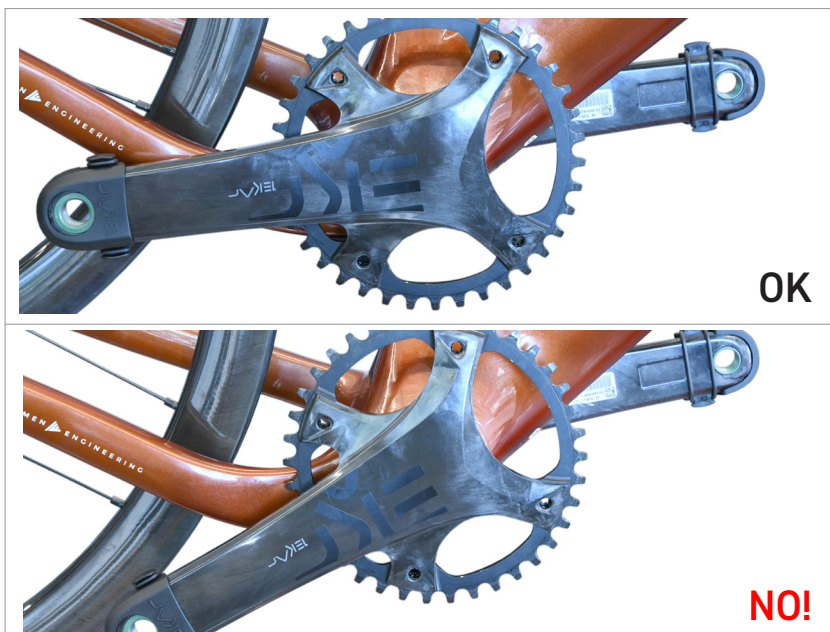

Fig.6
- Assicuratevi che le pedivelle siano correttamente allineate (Fig.6).